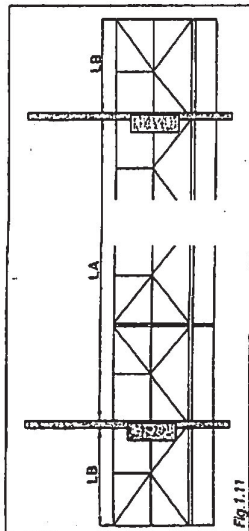

Fig. 1.11
1.6.1. Posición de los estribos (Fig. 1.11)
- longitud máxima (LA) entre los dos estribos = 15 m.
- vuelo máximo (LB) = 1,50 m.